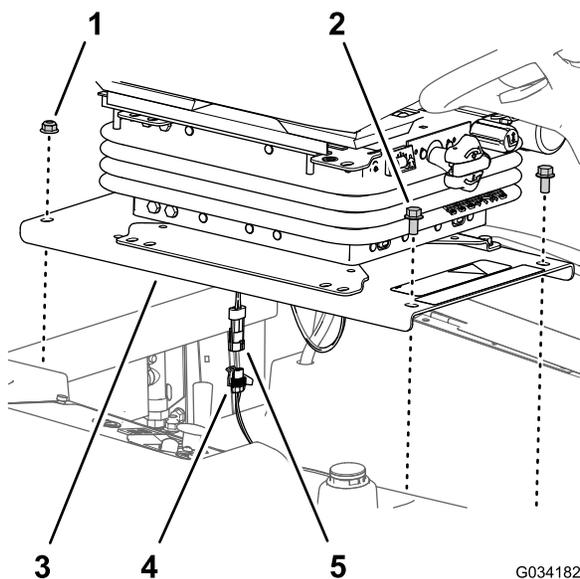

図 38
1. シートプレート前部をシャーシに固定しているフランジヘッドボルト3/8 x 3/4 インチ 2本を取り外す 図 38。
4. 着席確認スイッチの2ピンコネクタを、マシン用ハーネスの2ソケットコネクタから外す 図 38。
2. 着席確認スイッチの2ピンコネクタを、マシン用ハーネスの2ソケットコネクタに接続する 図 38 運転席とシートプレートを取り外す \(ページ 39\) を参照。
3. シートプレートの後部の穴 (図 38 運転席とシートプレートを取り外す \(ページ 39\)参照) を、ラジエターのチャンネル材の2本のキャリッジボルト (3/8 x 1 インチ) に合わせる。
4. シートプレート 図 38 をキャリッジボルトに組み付け、ステップ2 運転席とシートプレートを取り外す \(ページ 39\) で外したフランジロックナット (3/16 インチ) 2個で固定する。
5. シートプレートの前部の穴 (図 38参照) を、タンクのロッドのねじに合わせる。
6. シートプレート 図 38 をロッドに組み付け、ステップ1 運転席とシートプレートを取り外す \(ページ 39\) で外したフランジロックナット (3/8 x 3/4 インチ) 2個で固定する。
2. シートプレート後部をシャーシに固定しているフランジヘッドボルト3/8 インチ 2本を取り外す 図 38。